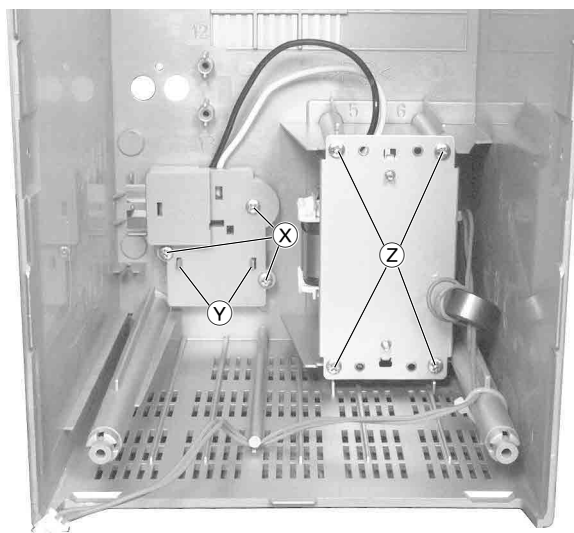

Fig. 11
- 3 Schrauben **X** (Fig. 11) herausdrehen.
- 2 Rastnasen **Y** (Fig. 11) ausrasten und Abdeckung abnehmen.
- 4 Schrauben **Z** (Fig. 11) herausdrehen.
- Undo 3 screws **X** (Fig. 11).
- Disengage 2 catches **Y** (Fig. 11) and remove the cover.
- Undo 4 screws **Z** (Fig. 11).